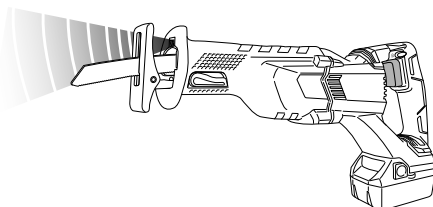

Fig. 35
10. Messages d'alerte par témoin DEL (Fig. 35)